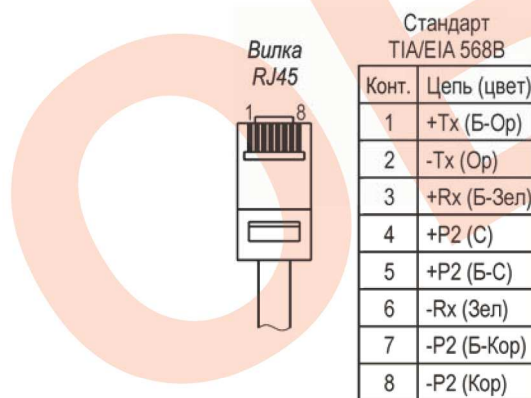

Рис.2 Обжимка вилки RJ45 на кабель кат.5е
6. Ввести через гермоввод внешний кабель UTP кат.5е и подключить его к разъёму X1 платы сплиттера (рис.3). Схема обжимки вилки RJ45 на кабель кат.5е показана на рис.2.